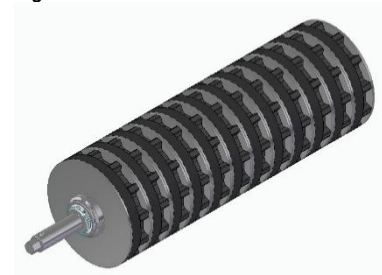

Figura 15
2. Rueda de siembra de dentado fino 12x16ccm= 192ccm (Figura 15):